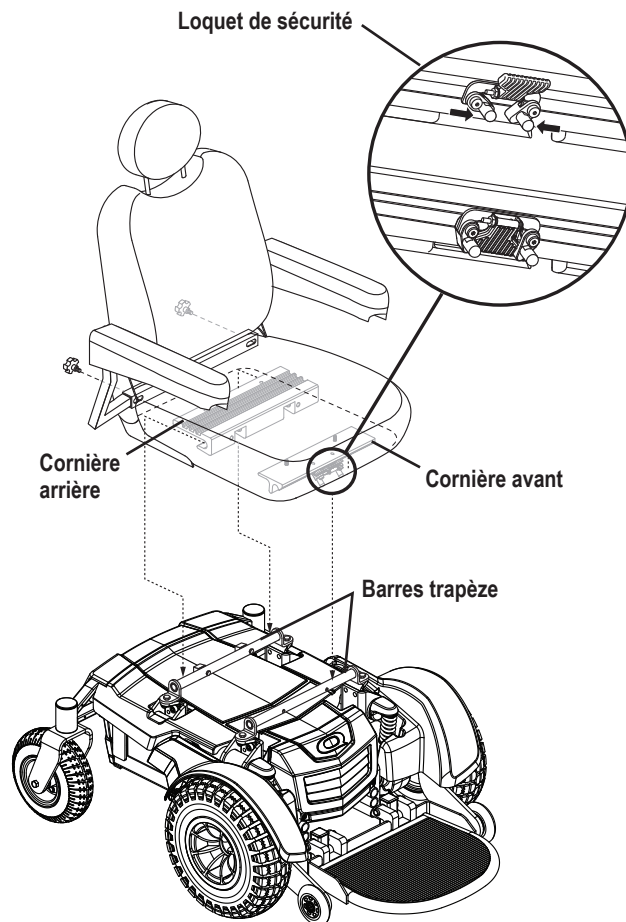

Figure 4. Système de montage universel et siège Contour
Il se peut que vous ayez à installer le siège avant la première utilisation ou après avoir transporté votre fauteuil motorisé. La plupart des sièges sont fixés à la base à l'aide du « Système de Montage Universel » (SMU). Le système de montage universel (SMU) est composé de pièces compatibles au siège sans égard à la largeur ou à la profondeur du siège. Les composantes principales sont deux cornières en aluminium montées sous le siège. Celles-ci se fixent sur la paire de barres trapèze fixées sur la base motorisé. Voir la figure 4.
1. Inclinez le siège vers l'arrière et glissez la cornière arrière sur la barre trapèze arrière. **Voir la figure 4.**
4. Basculez le loquet du siège vers le haut. **Voir la figure 4.**